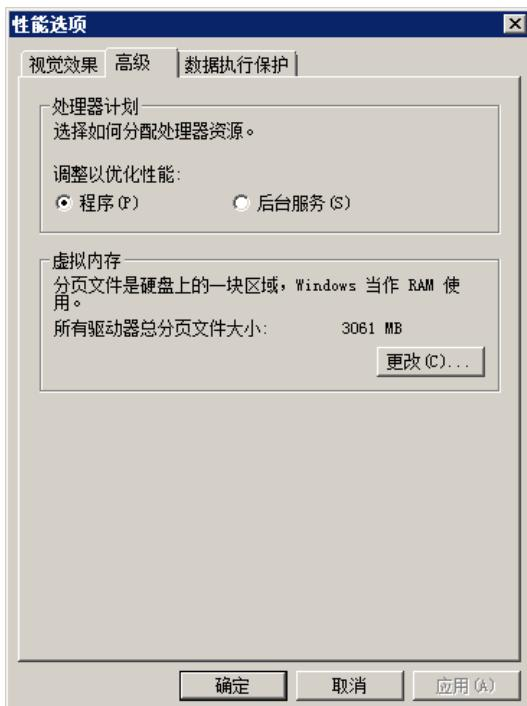

图 2.3.4 “性能选项”对话框
Step5. 在如图 2.3.4 所示的“性能选项”对话框中单击**高级**选项卡，在**虚拟内存**区域中单击**更改(C)**按钮，系统弹出“虚拟内存”对话框。